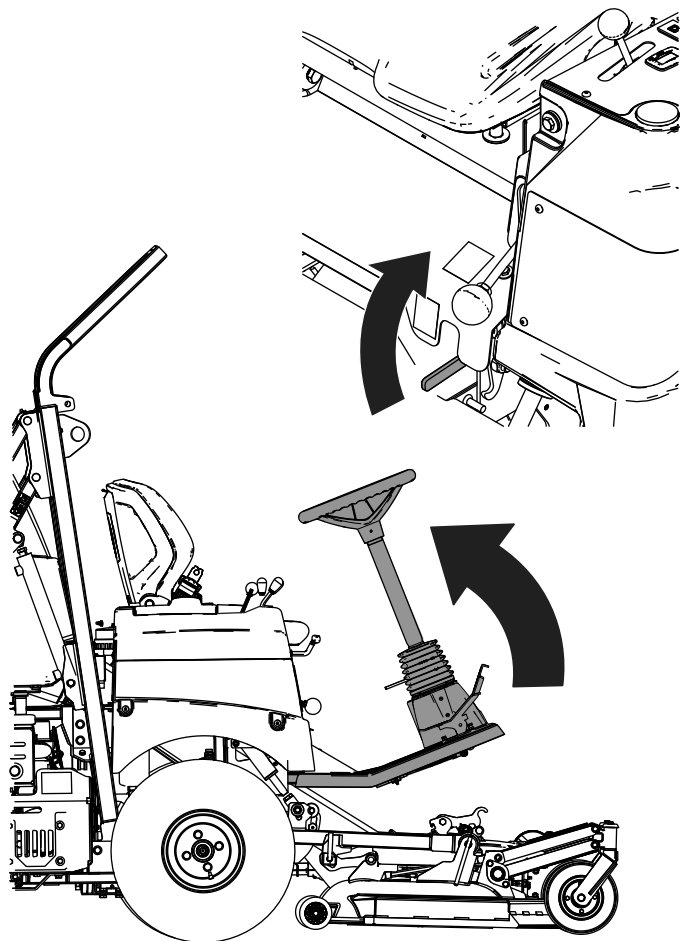

Figure 88
7. Relevez la plateforme de conduite et enclenchez le levier de blocage (Figure 88).